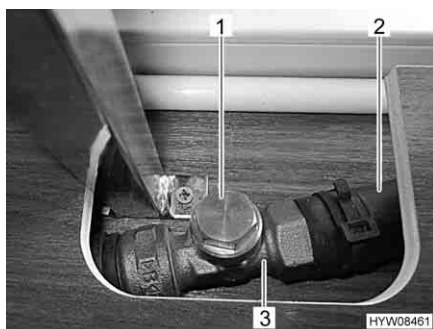

Fig. 126 Valvola (aperta)
- Afferrare la tubatura di bypass (Fig. 126,2) dietro la valvola (Fig. 126,3). Il tubo flessibile deve essere tiepido.
- Se il tubo flessibile non è tiepido, controllare la regolazione della valvola. Se la valvola è chiusa, ruotare il coperchio della valvola (Fig. 126,1) in senso antiorario.